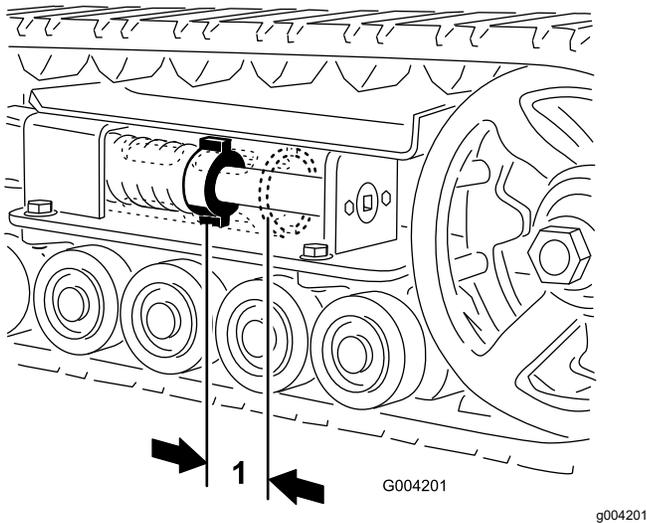

図 46
テンションナットとテンションチューブの背面との間には7 cm のすき間があるのが適正です 図 46。距離が適切でない場合は、以下の調整を行ってください
5. ドライブラチェット $\frac{1}{2}$ " を使って、テンショニングねじを右に回してテンションナットとテンションチューブの背面との間に 7 cm のすき間 図 46 を作る。
12. テンションねじを左に回してテンションナットとテンションチューブの背面との間に 7 cm のすき間 図 46 を作る。